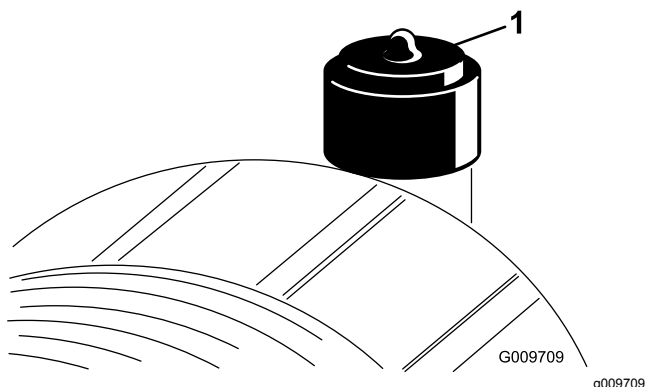

Figura 25
Faça a manutenção ao filtro de ar apenas quando o indicador de serviço (Figura 25) o exigir. Mudar o filtro de ar antes de ser necessário apenas aumenta a possibilidade de entrar sujeidade no motor quando se retira o filtro.
6. Reinicie o indicador (Figura 25) se este se apresentar vermelho.